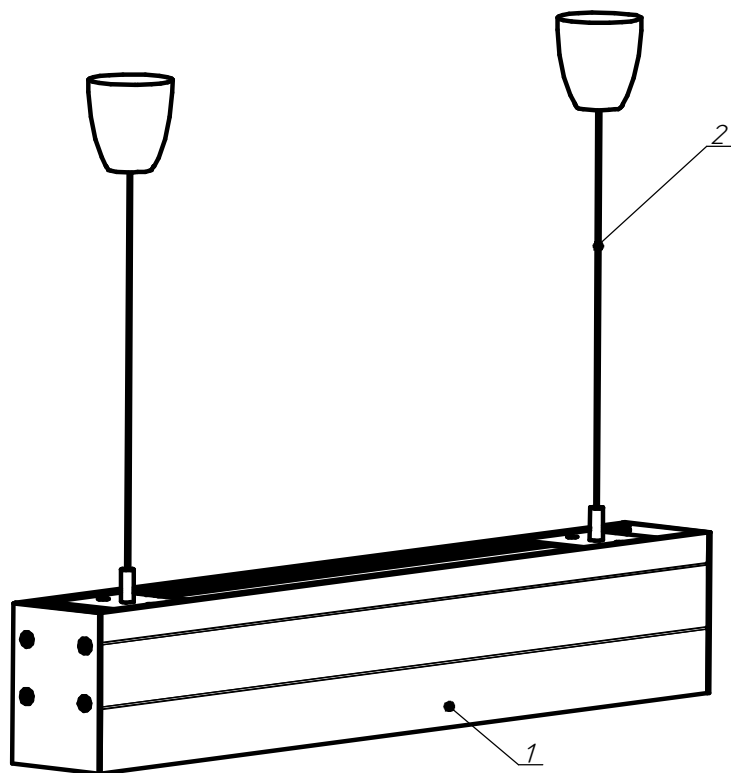

Рисунок 2 - Схема подвеса светильников
5.3. **Установка светильника на тросовый подвес (см. рисунок 2) :**